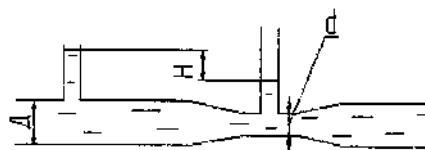

Рисунок 8
- якщо діаметр вставки d , а різниця п'єзометричних висот H . (Рис. 8).